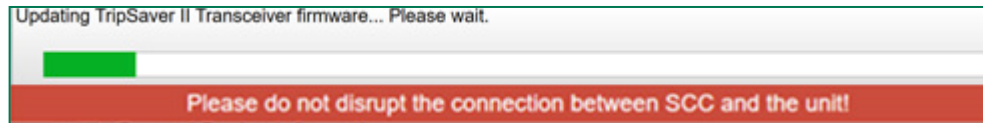

Figura 56. Barra de progresso da atualização de firmware.
- O firmware é atualizado (Ver Figura 56 na página 42);